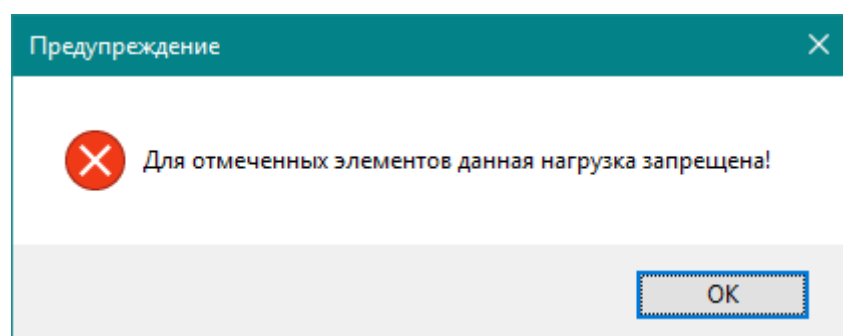

Рис.18.13. Диалоговое окно **Предупреждение**
- На экране появляется диалоговое окно **Предупреждение** (рис.18.13), в котором щелкните по кнопке **ОК**.